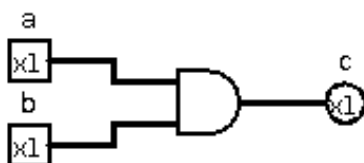

Рис. 3.1. Схема «Логическое И»
Построить простейшую схему, состоящую из двух входов, элемента «Логическое И» (AND) и выхода (рис. 3.1). Научиться смотреть таблицу истинности схемы. При выполнении задания рекомендуется использовать встроенную справку Logisim раздел «Пособие начинающего».
1. Разместить на холсте два входных контакта (квадратные), выходной контакт (круглый) и логический элемент AND по образцу рис. 3.1. Эти элементы вынесены на панель инструментов программы. В свойствах контактов задать их имена (метки) по образцу рис. 3.1.